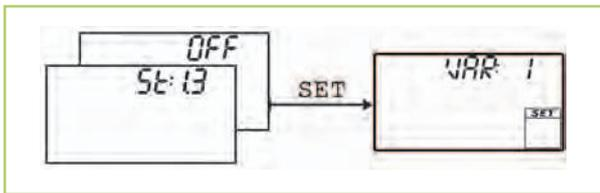

Abb. 6: Betriebsart Off - Bedienung
- Anzeigen, die automatisch im Wechsel angezeigt werden, sind in den Abbildungen überlappend dargestellt. Beispiel: Abb. 6.
- "OFF" und die Software-Version werden abwechselnd angezeigt. Beispiel in Abb. 6: Software-Version St 1.3
- Variantenanzeige kann aufgerufen werden (siehe Abb. 6)